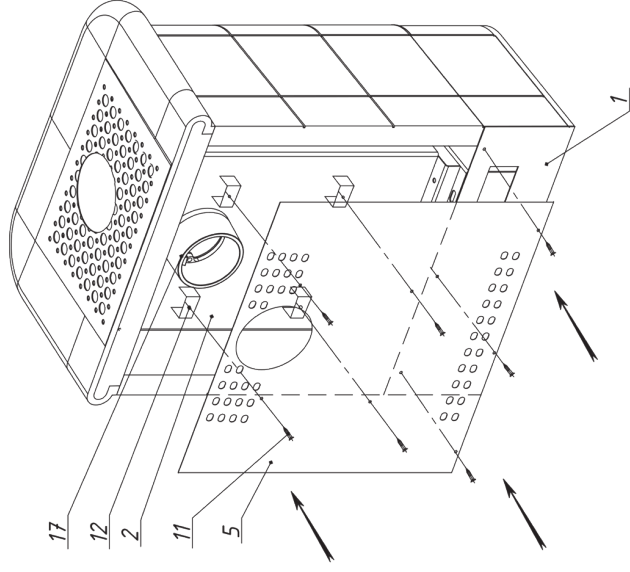

Рис. 5.
5. Задний лист 5 крепится к кронштейнам 12 топочной камеры 2 и основанию 1 с помощью саморезов 11 (Рис. 5)